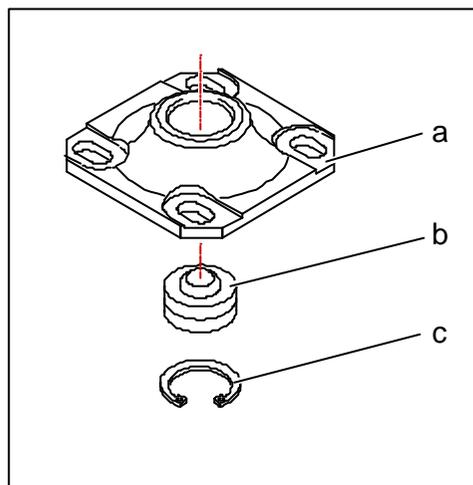

Fig. 1
- ☞ *Effectuer l'assemblage de la platine supérieure (Fig. 1) :*